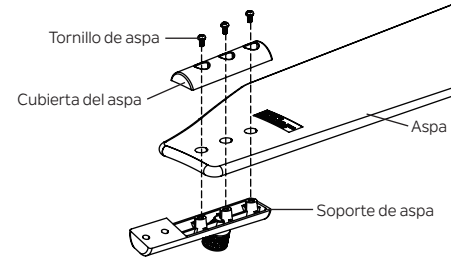

Figura 18
Paso 1. Coloque las aspas sobre los soportes con los postes roscados hacia afuera. Asegúrese de que el borde inferior de las aspas esté completamente asentado contra los soportes. Coloque las cubiertas del aspa en la parte superior de las aspas, y ubique los orificios sobre los postes roscados. Apriete los tornillos de las aspas para asegurar las aspas a los soportes. (Figura 18)